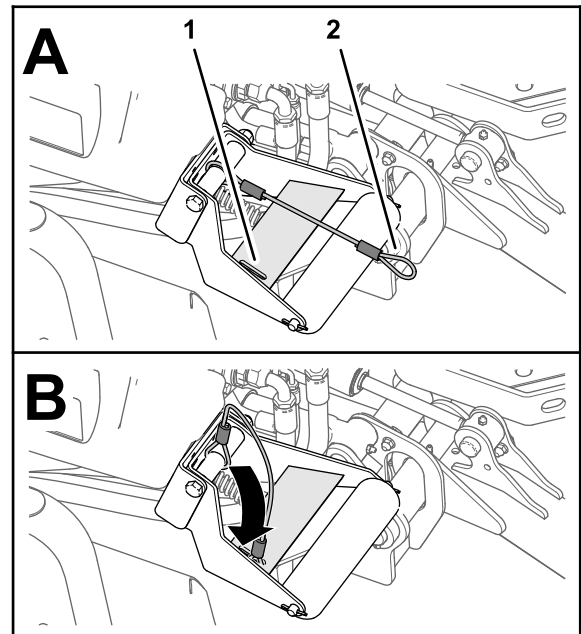

Figure 29
4. Les unités de coupe étant abaissées, enfilez la boucle du cordon dans la fente de la plaque de renfort du support de rouleau (Figure 29).